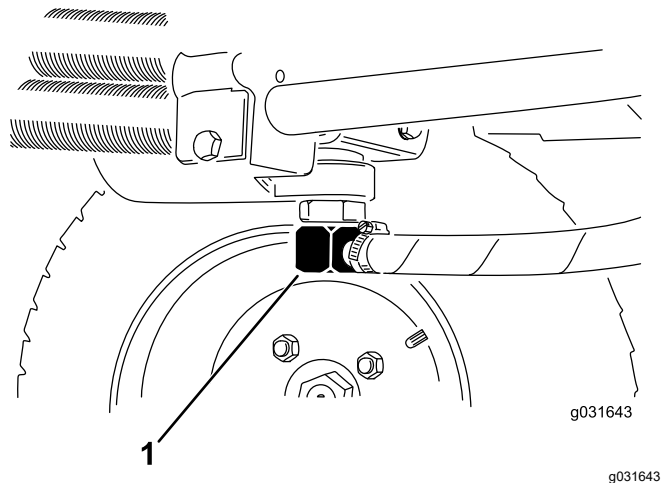
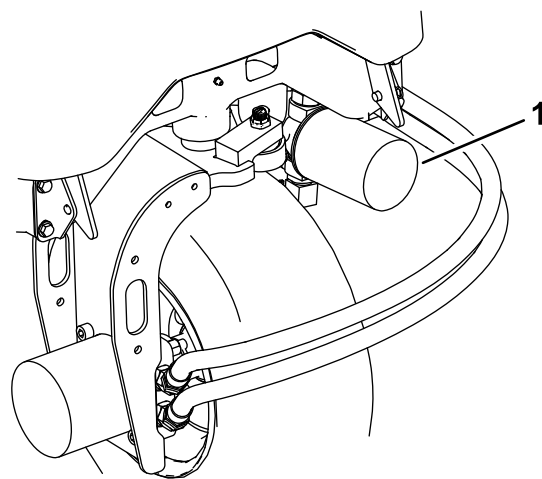

図 66
図 68
2. 油圧ラインの接続部または油圧フィルタを外し、流れ出すオイルを容器に受ける **図 68**と**図 66**。
3. オイルが全部流れ出たらラインを元通りに接続する **図 66**。
3. フィルタ取り付け部付近をきれいに拭い、下に容器を置き、フィルタを外す 図 68。